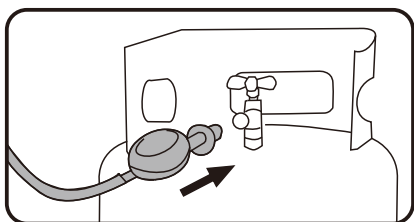

FIG1
1. Vérifiez que le robinet d'angle de la bouteille de gaz tourne dans le sens des aiguilles d'une montre jusqu'à la position de fermeture complète, puis insérez le détendeur (comme illustré à la figure 1) dans le robinet d'angle de la bouteille de gaz.